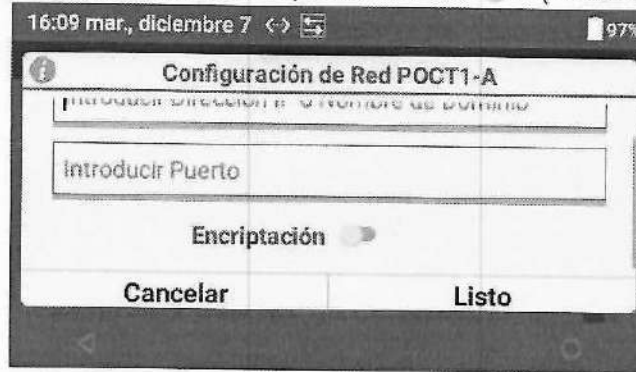

Figura 32: Configuración de Red POCT1-A – Encriptación
- Desplácese hacia abajo (Figura 32) y utilice el botón de cambio para seleccionar **Sí** (Botón de cambio en Activado) o **No** (Botón de cambio en Desactivado) la **Encriptación**. El ajuste predeterminado de fábrica para la encriptación es **No** (Botón de cambio en Desactivado).